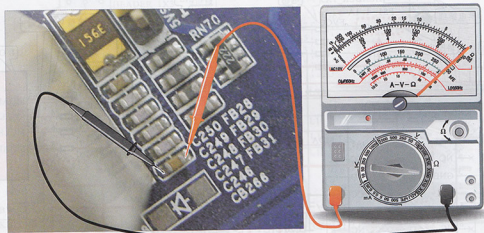

图19-14 电容器的检测方法
(4) 检测电路中的滤波电容。首先将万用表调至“ $R \times 100$ ”欧姆挡,将红黑表笔任意搭在滤波电容的两端,如图19-14所示。